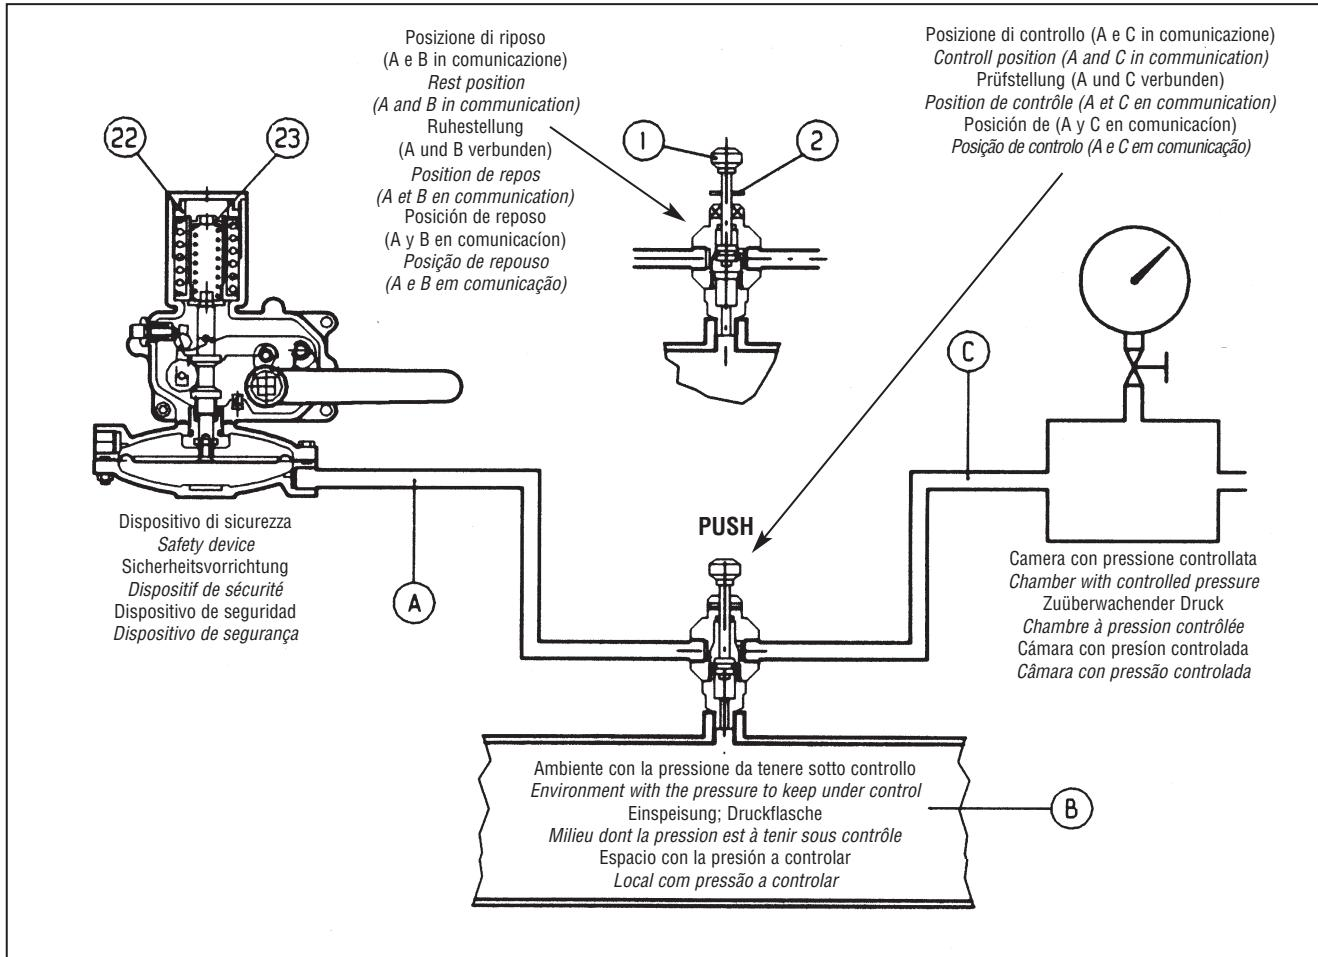

Fig. 17
- A) Per dispositivi di blocco collegati alla tubazione di valle tramite la valvola deviatrice a tre via "push" 11 procedere nel modo che segue (Fig. 17):
- A) For slam-shut devices connected to the down-line piping by means of the three-way "push" valve 11, proceed as follows (fig. 17):
- A) Bei Sicherheitsabsperrventilen, die durch das 3-Wege-Ventil "Push" 11 mit der Ausgangsdruckleitung verbunden sind, ist folgendermaßen vorzugehen (Abb. 17):
- A) Pour les dispositifs de sécurité reliés au tuyau en aval par la vanne déviatrice à trois voies "push" 11, procéder de la façon suivante (fig. 17):
- A) Para los dispositivos de bloqueo conectados a la tubería de salida a través de la válvula de tres vías "push" 11, proceder de este modo (fig. 17):
- A) Para válv. de segurança instaladas através da válvula de 3 vias "push" 11, à tubagem a jusante, proceder como se segue (fig. 17):